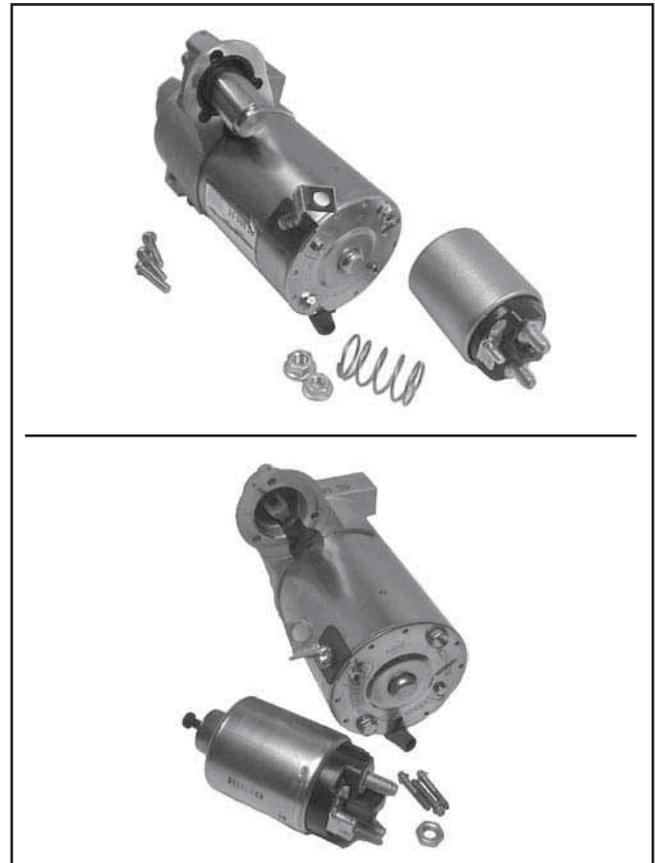

Figure 8-46. Solénoïde enlevé du démarreur.
3. Si le solénoïde était monté avec des vis cruciformes à tête fendue, séparer le solénoïde et le ressort de piston du chapeau de ressort de la transmission. Si le solénoïde était monté avec des vis Torx externes, le piston est un élément du solénoïde ; l'axe du piston doit être décroché du levier d'entraînement. Retirer le joint dans le logement du volet. Voir les Figures 8-46 et 8-47.